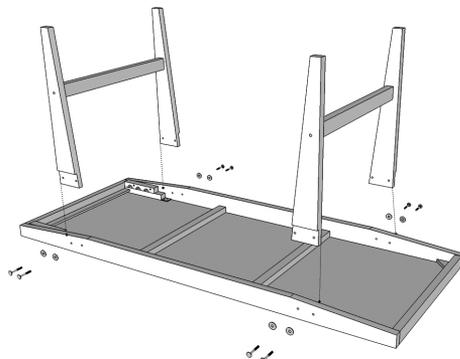

Fig.9
3. Una volta aperto l'imballo in pluriball svitare i dadi che trattengono le cavicchie e le rondelle. Posizionare il lettino capovolto ed inserire le gambe nelle apposite sedi seguendo la numerazione riportata su di esse. Inserire le cavicchie come in Fig.9 ed assicurarsi di stringere bene i dadi